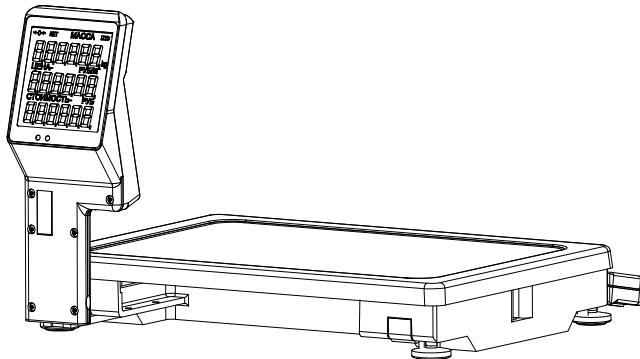

Рис. 6.1 - Весы МК\_ТН11 в рабочем положении
- 6.3 Надеть индикатор на кронштейн устройства весового (Рис. 5.1, Рис. 6.1).
- 6.5 Установить чашку на весы (Рис. 5.1, Рис. 6.1).